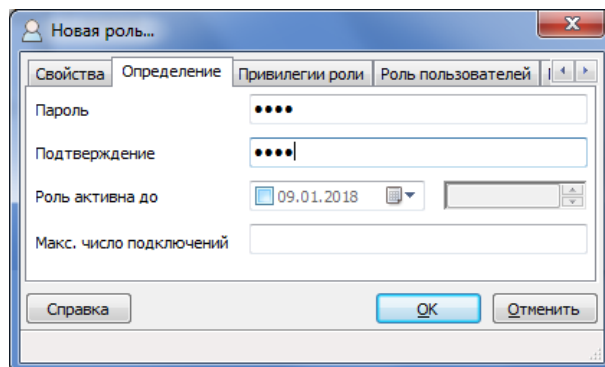

Рис. 5.17. Создание новой роли (вкладка *Определение*)
- Перейдите на вкладку *Определение* и введите значение **root** в полях *Пароль* и *Подтверждение* (Рис. 5.17)